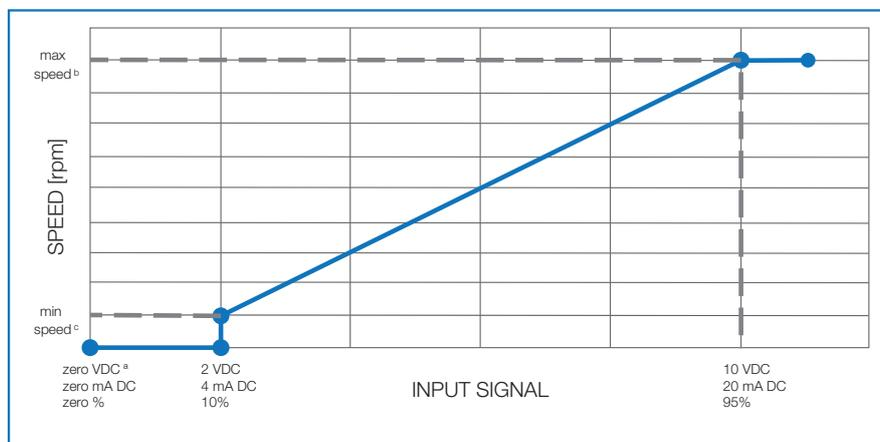

Figura 8 - Referência de entrada de controle
A velocidade de operação dos motores WEG EC pode ser ajustada por sinal de tensão CC, sinal de corrente CC ou sinal de frequência. A velocidade de operação do motor será conforme a figura 8.
- Conecte os sinais de controle (item 5.2) ao controlador de velocidade externo de acordo com a Figura 8;
- Gire o CTR no sentido horário (CW) para aumentar a velocidade de operação;